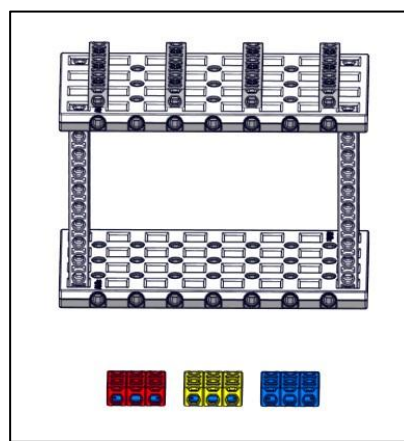

图 3-3-2 完成状态
3.3.2 机器人可以拨动货物使其完全脱离模型为完成状态，10分/个；为完成状态一，把货物带回基地为完成状态二加记10分/个；带回基地的货物有和开启定位任务完成后颜色相同的货物为完成状态三，加记30分；如图3-3-2所示。